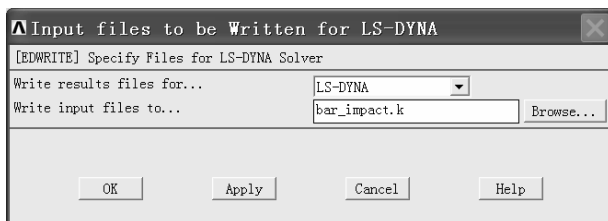

图 1-49 “Input files to be Written for LS-DYNA”窗口
(3) 在“Write input files to...”窗口中“文件名(N):”后的方框中输入“bar_impact.k”，然后单击“保存”按钮，然后再回到“Input files to be Written for LS-DYNA”窗口（见图 1-49）。